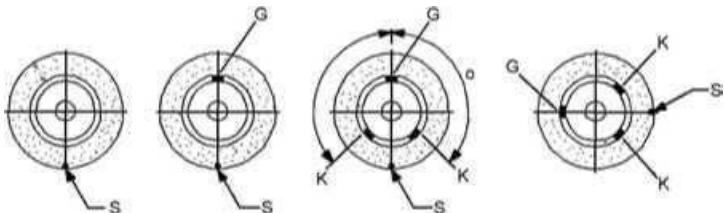

Рис.4
- Установите оправку и шлифовальный круг на станину и отметьте центр тяжести «S» мелком (Рис. 4).
- Установите противовес «G» прямо напротив центра тяжести «S» (Рис. 4).
- Определите какая сторона тяжелее «G» или «S» (Рис. 4).
- Установите два противовеса «K» на легкой стороне. Если круг еще не выровнен, отрегулируйте «K» (Рис. 4).